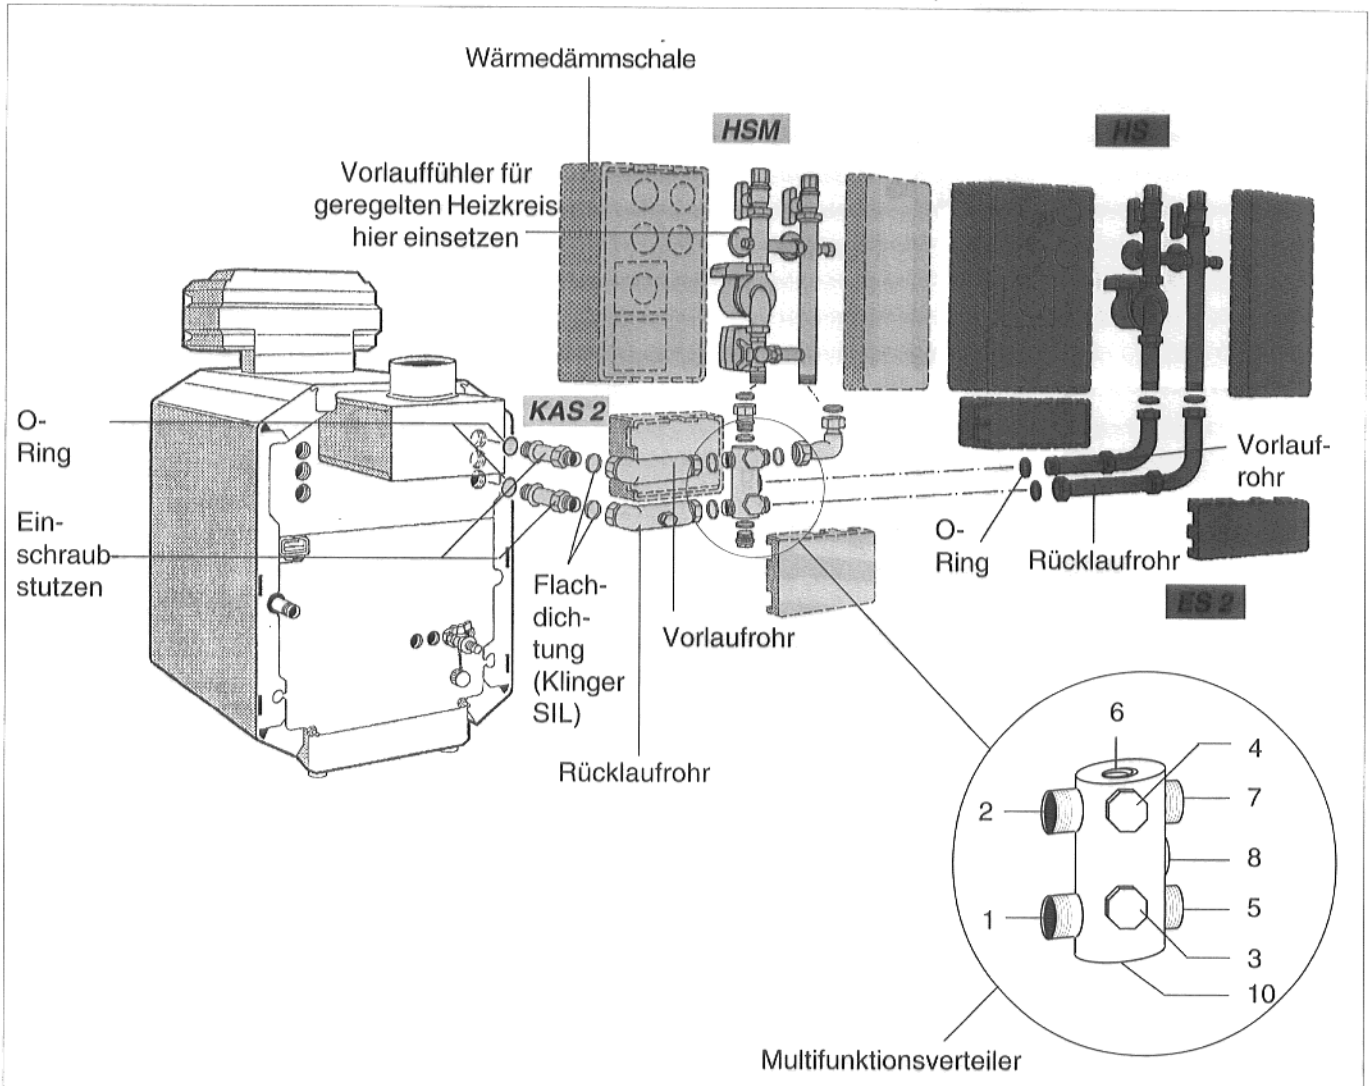

Abb. 6 Seitlich Linksanbau; Heizkessel-Anschluß-Set mit Multifunktionsverteiler, Heizkreisset mit / ohne Mischer am Heizkessel G134
Der Multifunktionsverteiler ist genau nach der Numerierung der Anschlüsse in Abb. 6 und den entsprechenden Nummern auf dem Multifunktionsverteiler anzuschließen. Alle geraden bzw. alle Ungeraden Nummern gehören wasserseitig zusammen.
- Einschraubstutzen mit eingelegtem O-Ring in den Kesselvor- und Kesselrücklauf einschrauben (Abb. 6).
- Am kurzen Schenkel des Vorlaufrohres eine Flachdichtung in die Überwurfmutter einlegen. Vorlaufrohr locker mit dem Einschraubstutzen verschrauben (Abb. 6).
- Langen Schenkel des Vorlaufrohres in der Waagrechten ausrichten, Verschraubung zwischen Einschraubstutzen und Vorlaufrohr fest anziehen (Abb. 6).
- Am kurzen Schenkel des Rücklaufrohres eine Flachdichtung in die Überwurfmutter einlegen. Rücklaufrohr locker mit dem Einschraubstutzen verschrauben (Abb. 6).
- Multifunktionsverteiler mit dem Abgang Nr. 2 an das Vorlaufrohr anschrauben (Abb. 6).
- Multifunktionsverteiler mit dem Abgang Nr. 1 an das Rücklaufrohr anschrauben (Abb. 6).
- Langen Schenkel des Rücklaufrohres ausrichten, Verschraubung zwischen Einschraubstutzen und Rücklaufrohr fest anziehen (Abb. 6).
- O-Ring auf das Adapterstück aufschieben und das Adapterstück von oben in den Abgang Nr. 6 des Multifunktionsverteilers drehen (Abb. 6).
- Flachdichtung in die Winkelverschraubung einlegen und die Winkelverschraubung mit dem langen Schenkel auf den Abgang Nr. 7 des Multifunktionsverteilers aufschrauben (Abb. 6).
- Flachdichtungen in das Adapterstück und in die Winkelverschraubung einlegen (Abb. 6).
- Heizkreis-Set mit (HSM) / ohne Mischer (HS) entsprechend Abb. 6 aufschrauben.
- Stopfen mit aufgelegtem O-Ring in den Abgang Nr. 10 des Multifunktionsverteilers eindrehen (Abb. 6).
- Vorlauffühler entsprechend Abb. 6 in die Meßstelle des Heizkreis-Sets mit Mischer (HSM) einstecken.
- O-Ring über den Gewindeanschluß des Vorlaufrohres schieben. Vorlaufrohr in den Abgang Nr. 8 im Multifunktionsverteiler einschrauben (Abb. 6).
- Flachdichtung, entsprechend Abb. 6 in die Verschraubung des Rücklaufrohres einlegen und das Rücklaufrohr auf den Abgang Nr. 5 des Multifunktionsverteilers aufschrauben (Abb. 6).
- Flachdichtungen in die Verschraubungen der beiden Anschlußstücke einlegen (Abb. 6).
- Alle Verschraubungen auf Dichtheit prüfen. Wärmedämmschalen entsprechend Abb. 6 von beiden Seiten auf den Multifunktionsverteiler, das Ergänzungs-Set und die Heizkreis-Sets aufschieben (Abb. 6).
- Vorlauffühler entsprechend Abb. 6 in die Meßstelle des Heizkreis-Sets einstecken.